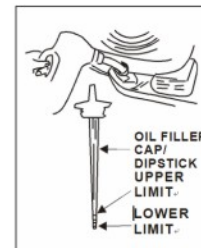

Abb. 9
5. Gießen Sie das empfohlene Öl langsam in die Einfüllöffnung. Nicht überfüllen. Warten Sie nach dem Einfüllen eine Minute und prüfen Sie dann den Ölstand mit dem Messstab. Der Ölstand sollte zwischen der unteren und oberen Grenzwertmarkierung liegen (Abb. 9).